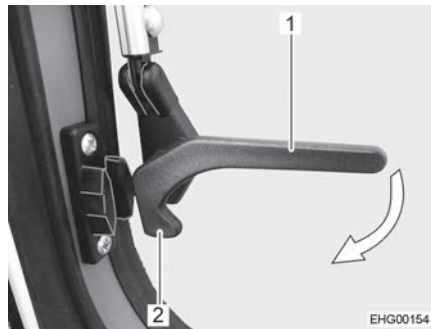

Bild 62 Låsarm, i sidan (i läget "öppet")
- Sväng låsarmarna i sidorna (Bild 62,1) en kvarts varv mot fönsterkarmen tills låsspaken (Bild 62,2) hakar fast.